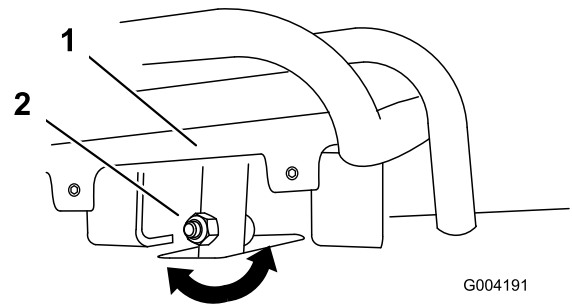
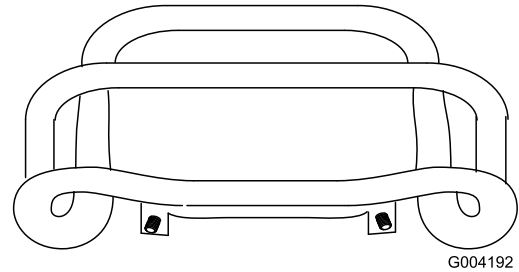

Figura 50
Figura 51
4. Si la parte delantera del control de tracción no queda enrasada con y paralela a la barra de referencia, afloje la tuerca con arandela prensada y el perno del tubo del control de tracción (Figura 50).
5. Ajuste el control de tracción hasta que quede enrasado con la barra de referencia al tirar del mismo hacia atrás del todo (Figura 50 y Figura 51).